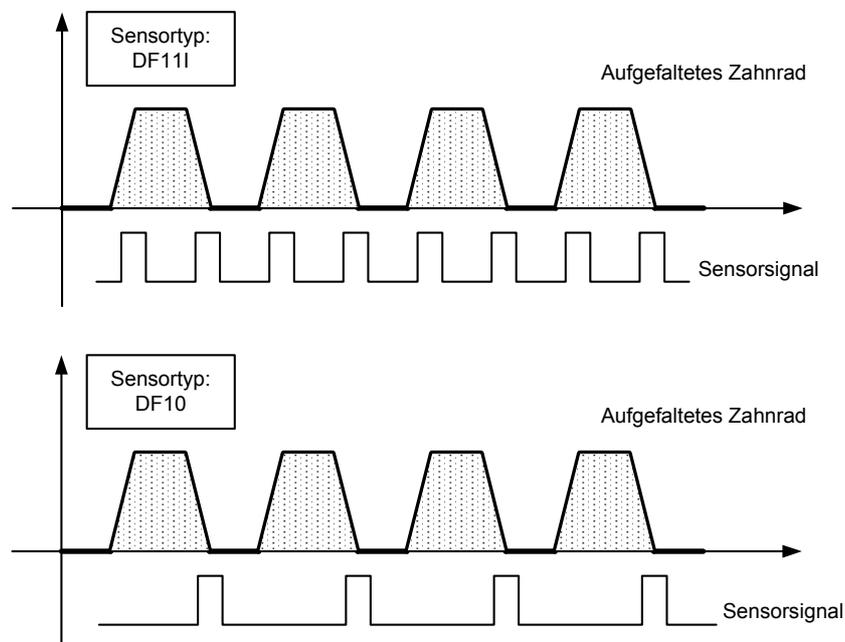

Abb. 6-5 Sensorsignal eines DF11I und eines DF10 Drehzahlfühlers
- Bei Drehzahlfühlern vom Typ DF11I wird ein PWM-Impuls bei jeder Detektion einer Kante eines Zahns erzeugt (siehe Abb. 6-5).
- Bei Drehzahlfühlern vom Typ DF10 wird nur dann ein PWM-Impuls erzeugt, wenn die ‚abfallende Flanke‘ eines Zahns detektiert wird (siehe Abb. 6-5).